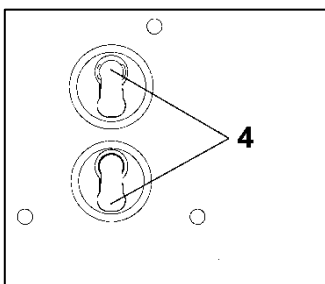

Abb. 18: Lage der Ventilplatten
1. In die Membranaufnahme (14) den neuen O-Ring (18) einlegen.
2. In die Zwischenplatten (3), (7) und (8) die neuen Ventilplatten (Abb. 18/4) sowie die neuen O-Ringe (5) einlegen.
**i** Ober- und Unterseite der Ventilplatten sind identisch. Zur korrekten Lage: siehe Abb. 18.
3. In die Zwischenplatte (3) den neuen O-Ring (6) einlegen.
4. Die Zwischenplatte (3), (7) und (8) auf die Membranaufnahme (14) entsprechend der Filzstiftmarkierungen auflegen.
5. Kopfabdeckung (1) auf das Pumpengehäuse (15) aufsetzen; Befestigungsschrauben (2) über Kreuz handfest anziehen.